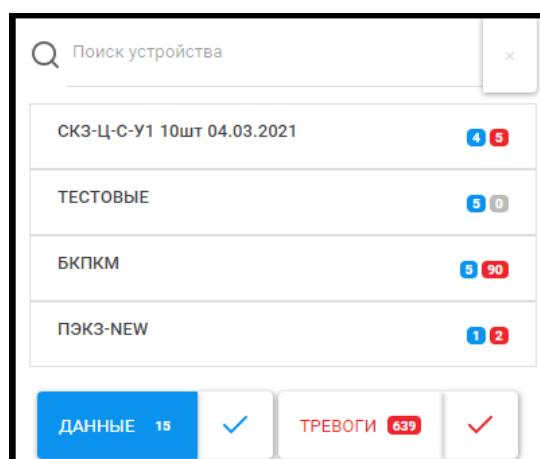

Рисунок 25 – Активация фильтра «Данные»
2.5.5.2 При нажатии на кнопку «Данные» включится фильтр по устройствам, имеющим значок «новые данные», в результате чего кнопка окрасится в синий цвет, а в списке устройств останутся только группы, содержащие устройства со значком «новые данные» (рисунок 25).